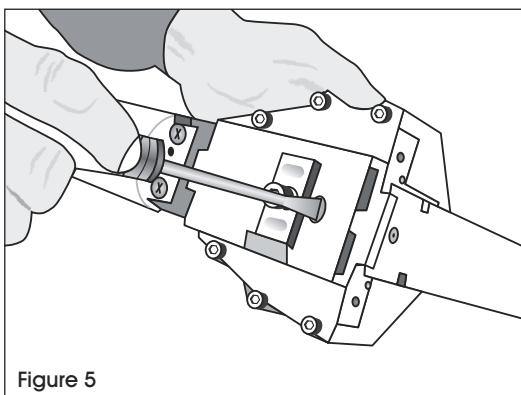

Figure 5
- Ajustez la vis L/S au réglage désiré à l'aide d'un tournevis. (Voir Figure 5)